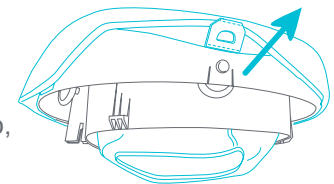

Fig. 12a
- 12 • Para extraer la tela del asiento para acondicionarlo, retire todas las hebillas de la lengüeta en la base del asiento (Fig. 12a).